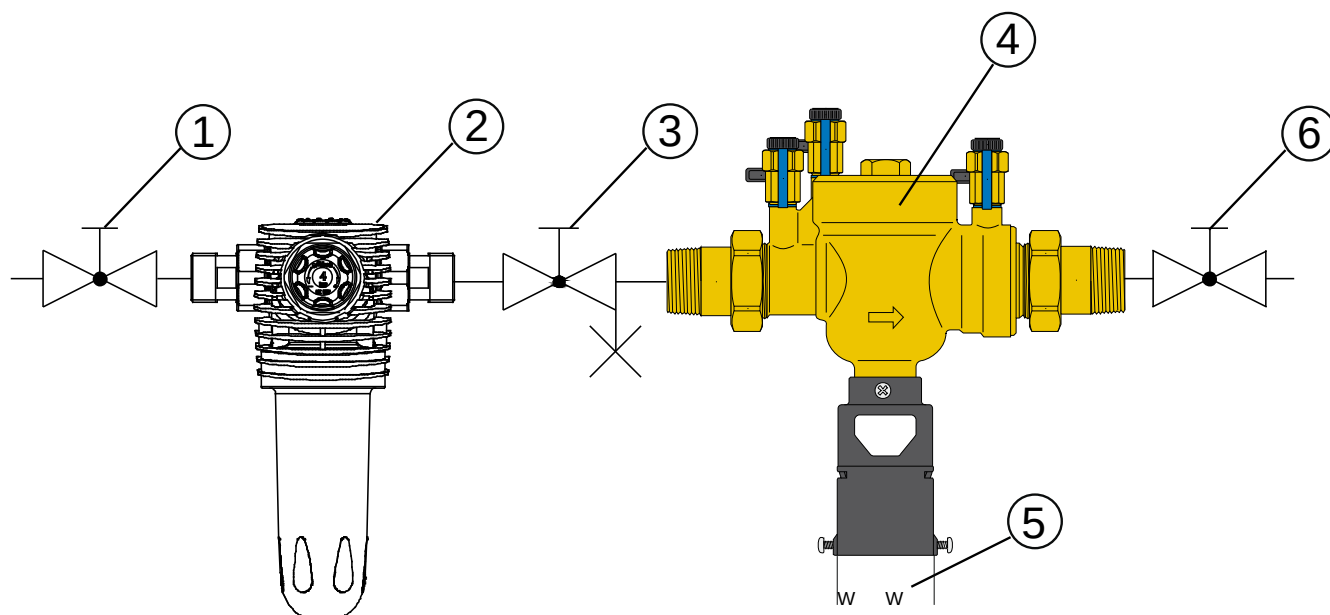

Fig. D-1 : Exemple d'installation du séparateur de système Euro GENO-DK 2
- Procéder à l'implantation conformément au schéma d'installation (fig. D-1).